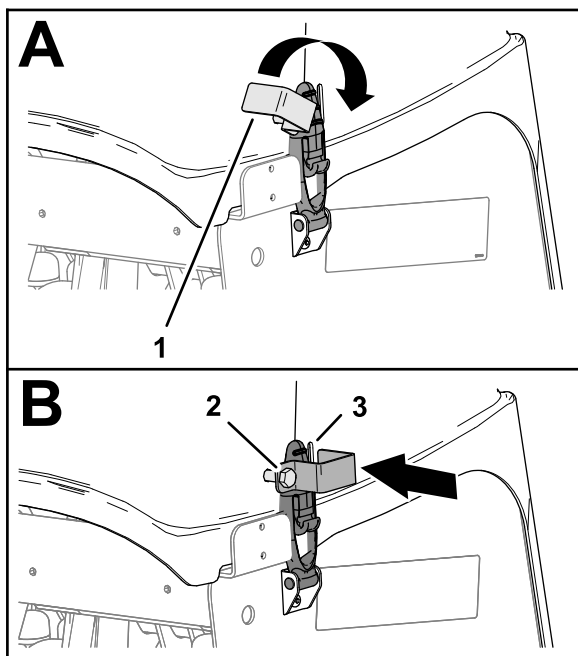

Bild 154
3. Wenn Ihre Maschine mit CE-Riegelhaken ausgestattet ist, drehen Sie die Sicherungsplatte, bis sie mit dem Schlitz an der Seite der Abdeckung des Aerifizierkopfs fluchtet (Bild 154).
- Ziehen Sie die Schraube der Sicherungsplatte an (Bild 154).